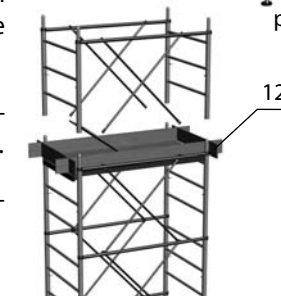

рис. 5
- Установить настилы и фанерное ограждение (12), на высоте не более 7,6 м (рис. 5).
- Последняя секция вышки, служит ограждением рабочей зоны (рис. 5).